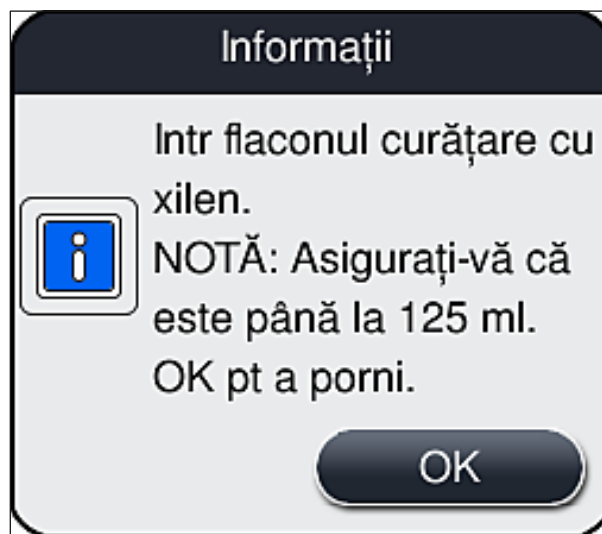

Fig. 102
10. Apoi confirmați mesajul de informare (→ Fig. 102) cu **OK**.